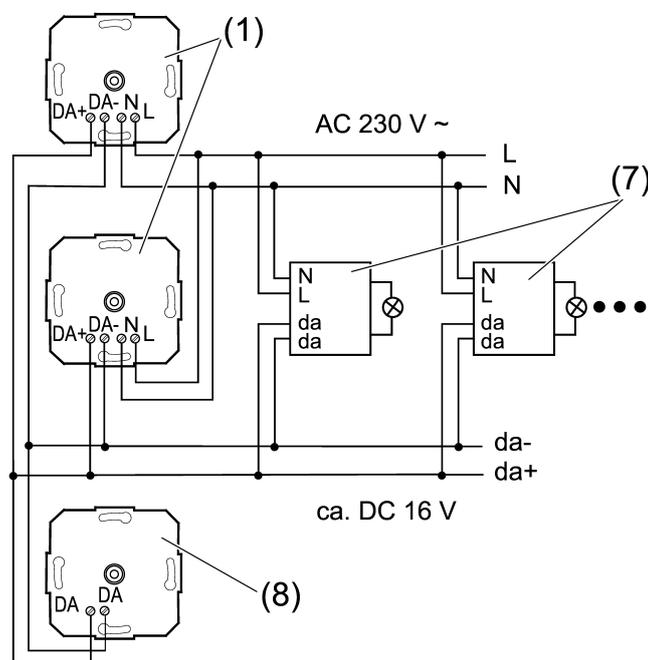
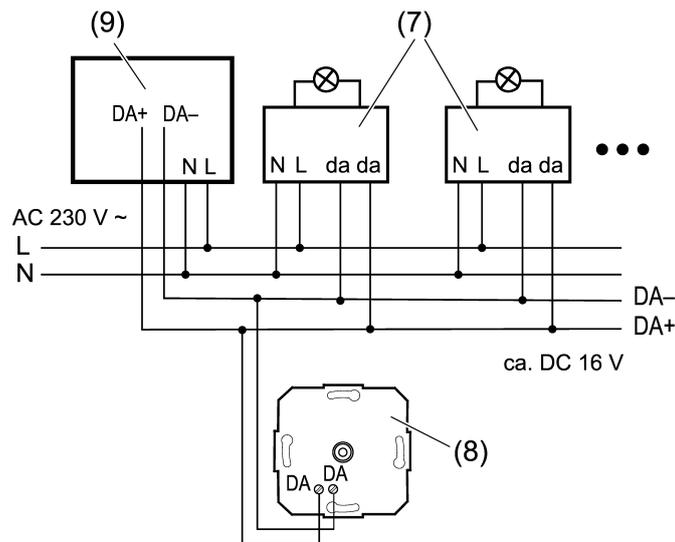

Figura 3: Ejemplo de conexión en modo difusión
Figura 4: Esquema eléctrico del funcionamiento como dispositivo de entrada
- Conectar Mecanismo de regulación giratorio DALI empotrable con fuente de alimentación integrada, Mecanismo de regulación giratorio DALI empotrable y DALI-EVG según los ejemplos de conexión (véase figura 3) y (véase figura 4). Deben tenerse en cuenta las indicaciones del fabricante del balasto electrónico.
- i** Una combinación de Mecanismo de regulación giratorio DALI empotrable con fuente de alimentación integrada y un suministro de corriente externo no se permite. Si se utiliza un suministro de corriente externo, por ejemplo, a través de un sistema de control central, el suministro de corriente no debe conectarse al regulador de intensidad giratorio (véase figura 4).